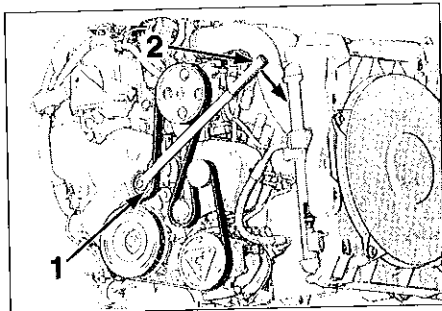

FIG. 11
- Agir sur le galet tendeur (1) à l'aide de l'outil 0188-Z (2) (Fig. 11) ou d'une clé hexagonale jusqu'à la mise en place d'une pige de diamètre 4 mm dans le trou de pigeage A (Fig. 10).